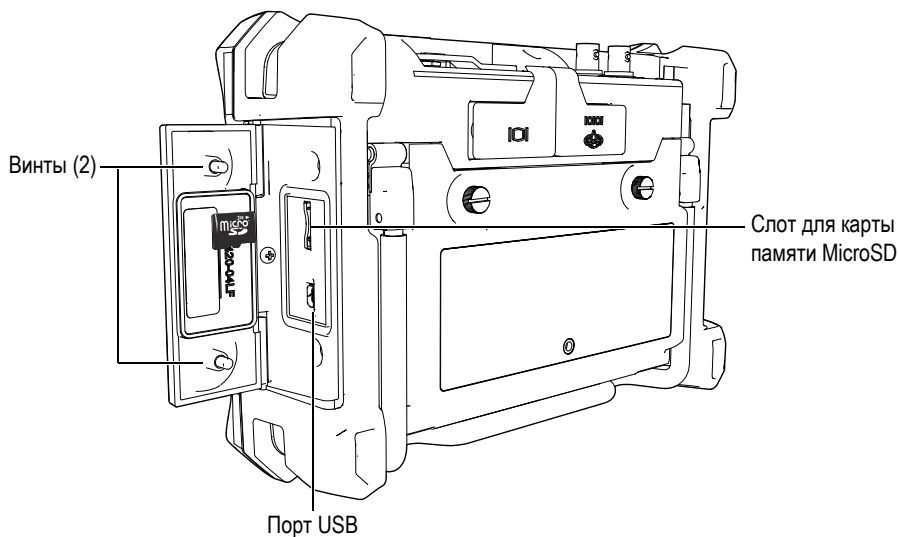

Рис. 1-12 Боковая дверца
- Ослабьте винты и откройте боковую дверцу прибора EPOCH 600 (см. Рис. 1-12 на стр. 28).
4. Аккуратно вставьте карту в слот до щелчка (см. Рис. 1-12 на стр. 28).